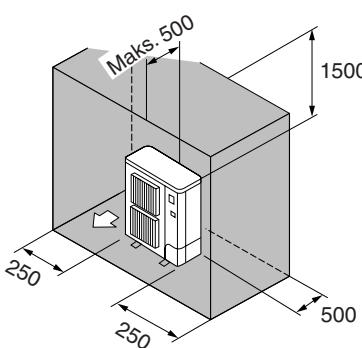

Fig. 3-10
- ⑥ Yalnızca arkadaki, yanındaki ve üstteki engeller (Fig. 3-10)